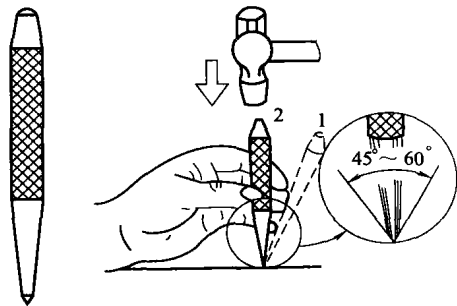

图 1-13 样冲及其使用
⑤ 样冲 样冲 (见图 1-13) 是用来在已划好的线上打冲眼, 以保持清晰的划线标记。在用划线圆规划圆弧前, 也要用样冲在圆心上打冲眼, 作为划规脚尖的定位。样冲用工具钢或高速钢制成, 长 50~120mm, 尖端磨成 $45^\circ \sim 60^\circ$ 的锥角后淬火处理, 样冲及其使用见图 1-13, 打冲眼时, 应注意以下几点。